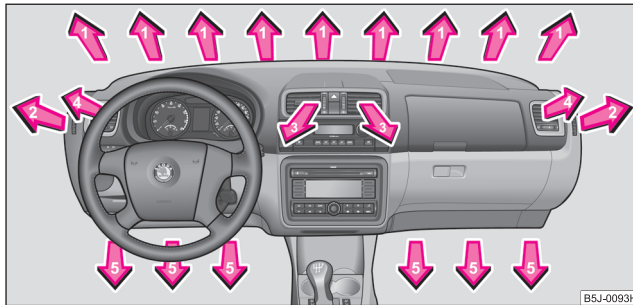

Abb. 83 Luftaustrittsdüsen
- Luftaustrittsdüsen **4** ⇒ Seite 79, Abb. 83 öffnen und zur Seitenscheibe richten.
- Luftaustrittsdüsen **3** und **4** ⇒ Seite 79, Abb. 83 öffnen.